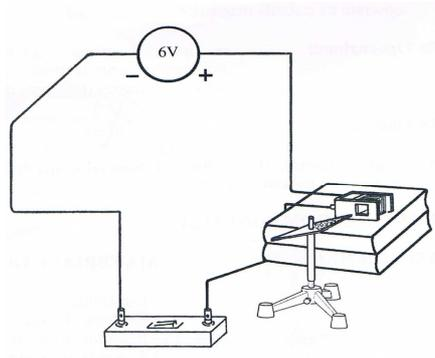

Figure VI.2 Inductance électromagnétique.
- Réaliser le circuit suivant (Figure VI.2) :
- Rapprochons une boussole à une bobine connectée à un générateur (figure VI.2).